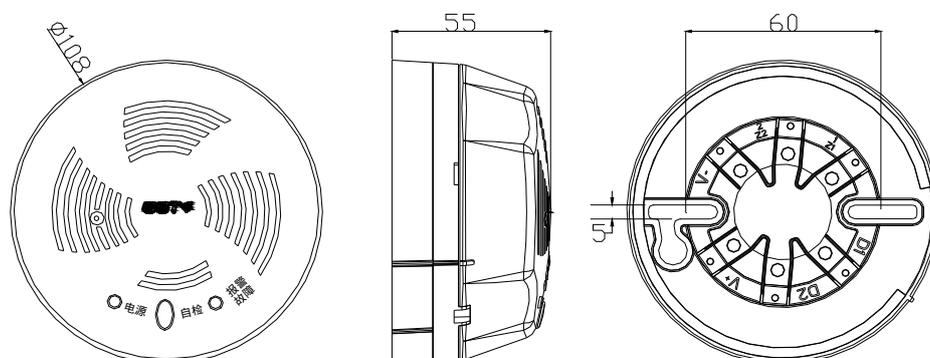

图 1- 43
GST-BT (R) 001F 独立式可燃气体探测器由两部分构成: 探测器及底座, 示意图如图 1- 43 所示。